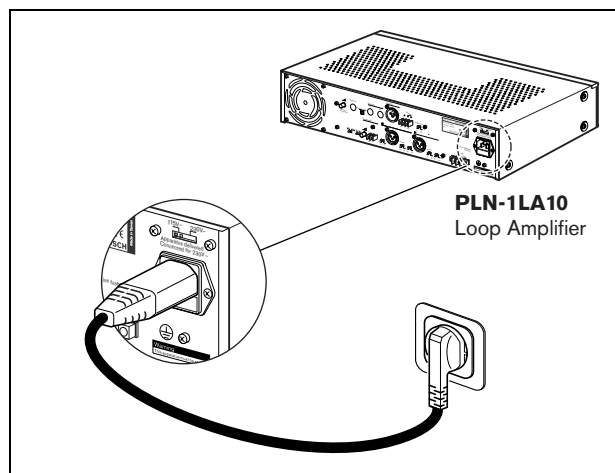

рисунок 4.7: Источник питания, соединение
- 3 Подсоедините одобренный местными законодательными актами кабель электропитания контурного усилителя к штепсельной розетке (см. рисунок 4.7).